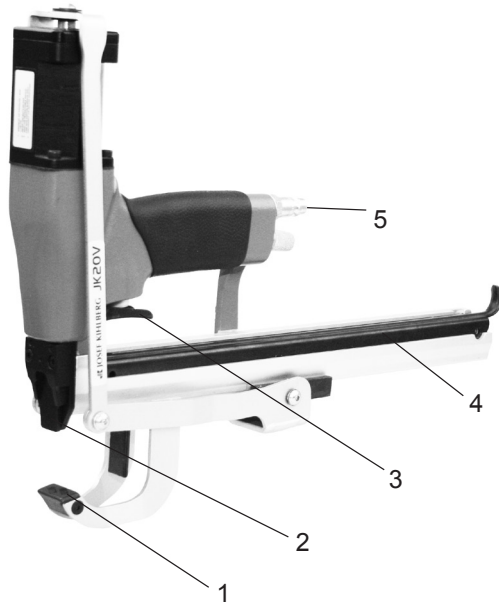

Fig. 1
2. et tirer la gâchette (Fig. 1/3).